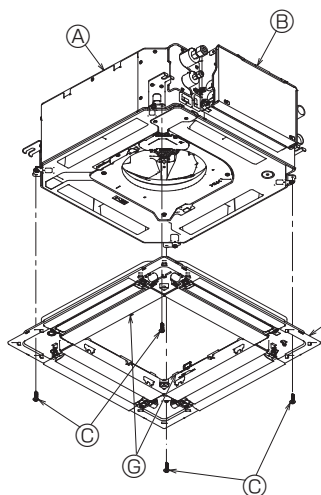

Fig. 5-7
- Fixez la grille en serrant les quatre vis. (Fig. 5-7)